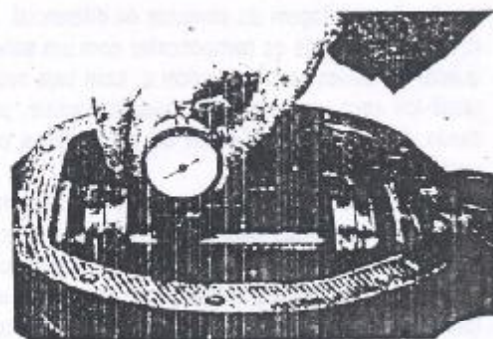

Figura 5.17.7 - Medição da dimensão zero
4. Instalar um micrômetro de dial no suporte especial - ferramenta G.5.17.15A - e medir a distância entre o topo do bloco de altura do pinhão e a parte superior da ferramenta localizadora da linha de centro (Figura 5.17.7). O valor obtido indica a espessura total dos calços a serem utilizados para a obtenção da dimensão zero da carcaça. São disponíveis calços nas seguintes dimensões: